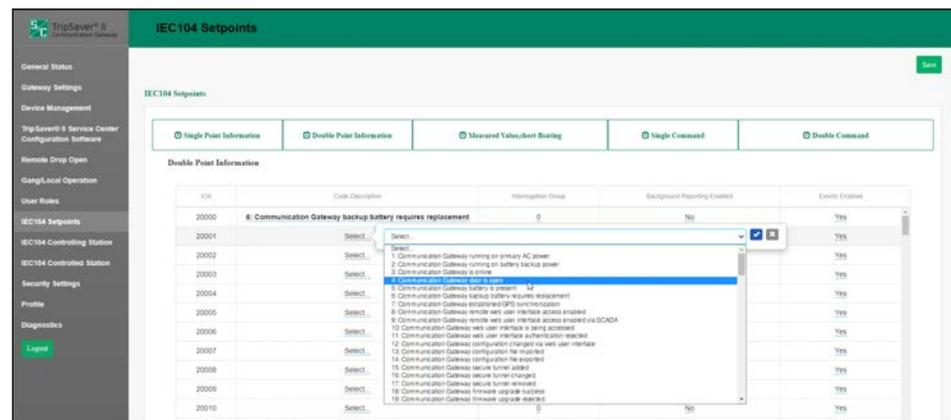

Figura 57. Configuração de valores-alvo de informações de pontos duplos.
A tela *Double Point Information Setpoint Configuration* contém parâmetros de configuração de informações de valores-alvo de pontos duplos. A tela pode ser aberta clicando no botão **Double Point Information**. Ver Figura 57.
**Code Description:** Essa coluna de Descrição de Códigos, com códigos de ponto representando pontos de status específicos, pode ter atribuições de números de pontos individuais no SCADA. Uma lista completa de definições de descrições de código específicos pode ser encontrada na Folha de Instruções da S&C 461-561P. As descrições de código são definidas pela seleção do campo **Code Description** de forma compatível com o campo **IOA** respectivo. É apresentada uma caixa de diálogo flutuante com definições de códigos para todos os religadores TripSaver II pareados com o gateway de comunicação. Ver Figura 57. Quando uma definição de código estiver escolhida, selecione o ícone **Check Mark** (Caixa de Verificação) para finalizar. A remoção de uma seleção de código pode ser realizada pela seleção de uma linha em branco no menu suspenso e clicando na caixa de verificação. Isso resulta num campo sendo mostrado como vazio. Para concluir clique no botão **Save**.